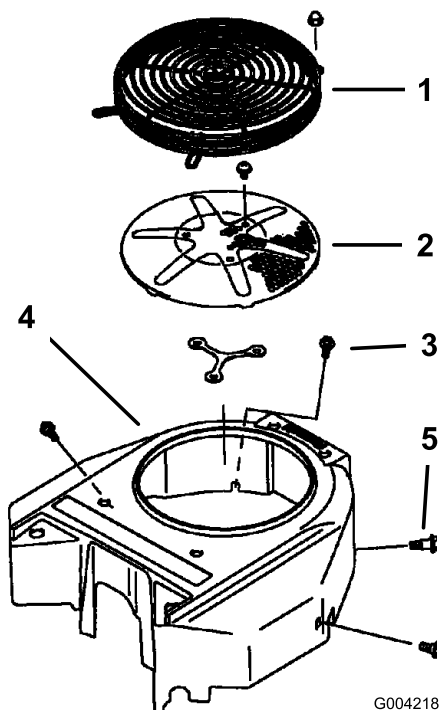

Bild 68
Entfernen Sie Schnittgut, Schmutz und andere Rückstände vor jedem Einsatz der Maschine vom Motorgitter. So gewährleisten Sie eine ausreichende Kühlung sowie die korrekte Motordrehzahl und reduzieren die Gefahr einer Überhitzung und mechanischer Motorschäden (Bild 68).
3. Entfernen Sie das Luftansauggitter, den Rücklaufstarter und das Lüftergehäuse (Bild 68).
5. Montieren Sie das Luftansauggitter, den Rücklaufstarter und das Lüftergehäuse (Bild 68).